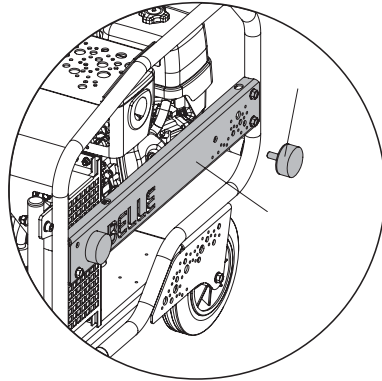

Imagen 2
3. En los agujeros ubicados en el nuevo protector lateral, atornille a mano 2 soportes antivibración con las dos tuercas y arandelas M10 que se suministran (**consulte la imagen 2**)